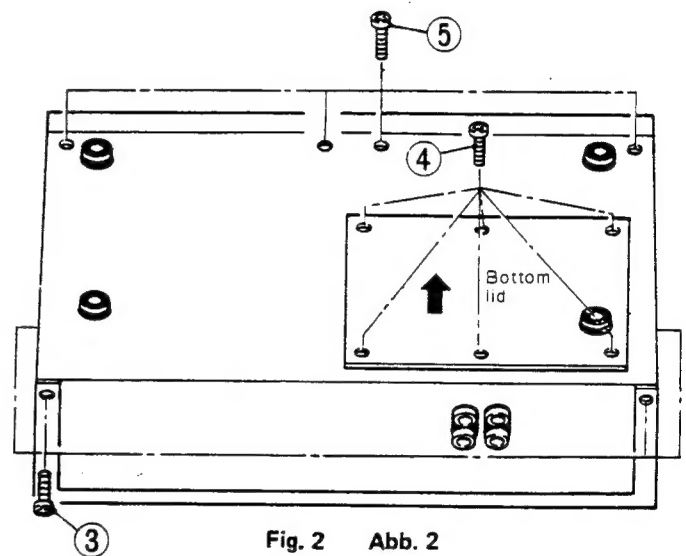
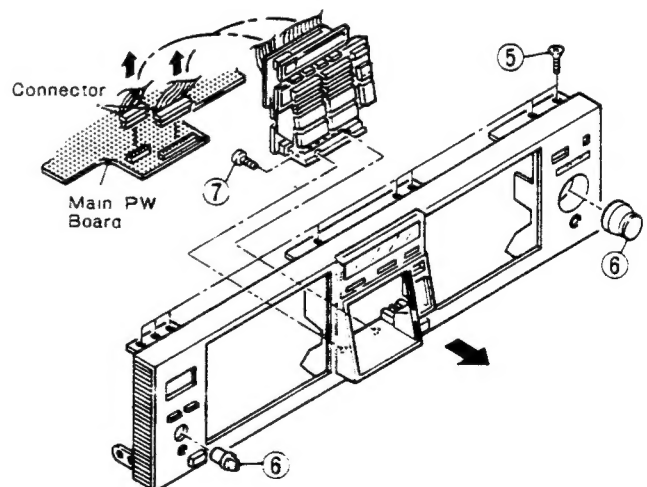

Fig. 2 Abb. 2
Fig. 3 Abb. 3
Remove 12 screws ⑤ and the lead clamp after removing the cassette lids, and so the front panel can be pulled out forward (Fig. 2, Fig. 3).
Zwölf Schrauben ⑤ ausdrehen und die Kabelbride entfernen, nach dem die Cassettenschachtdeckel ausgebaut wurden, worauf die Frontplatte nach vorne abgezogen werden kann (Abb. 2, Abb. 3).
Retirer 12 vis ⑤ et le collier de fixation des fils après avoir séparé les trappes à cassettes de sorte que la façade de l'appareil peut être retirée par l'avant (Fig. 2, Fig. 3). Retirer le bouton ⑥ en y attachant un fil robuste et en tirant.
Remove the connectors (2 positions) after removing the front panel, and then remove 2 screws ⑦ (Fig. 3).
Die beiden Stecker (2 Positionen) nach dem Ausbau der Frontplatte abtrennen und die beiden Schrauben ⑦ ausdrehen (Abb. 3).
Retirer les connecteurs (2 endroits) après avoir déposé la façade et retirer les 2 vis ⑦ (Fig. 3).